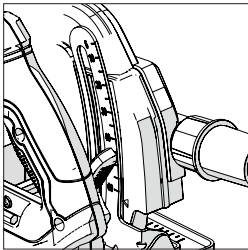

Fig. 11
**Nota:** Puede encontrar una escala de profundidad en el cuadrante de ajuste de la profundidad con una marca de referencia incorporada en la zona adyacente de la protección superior de la hoja de la máquina. (Fig. 11) El uso de estas funciones puede ayudar a lograr un ajuste rápido.